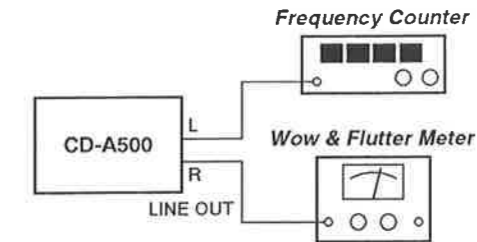

Fig. 4-1
1. Connect a wow-and-flutter meter to the deck as shown in Fig. 4-1.
1. Fig. 4-1のようにワウ・フラッタメーターを接続する。
1. Connect a frequency counter to the deck as shown in Fig. 4-1.
1. Fig. 4-1のように周波数カウンターを接続する。